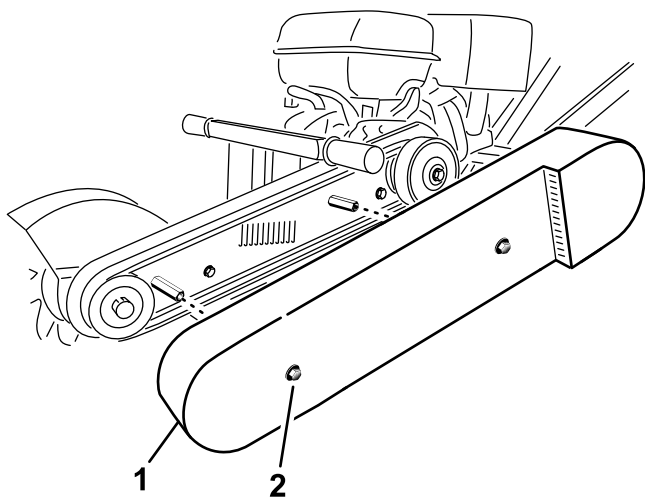

Figura 24
3. Allentate i 2 bulloni che fissano il copricinghia alla macchina, fino a quando non riuscite a rimuovere il copricinghia (**Figura 24**).
2. Bullone e rondella (2)
4. Togliete la protezione della cinghia (**Figura 24**).
4. Togliete la protezione della cinghia (Figura 24).